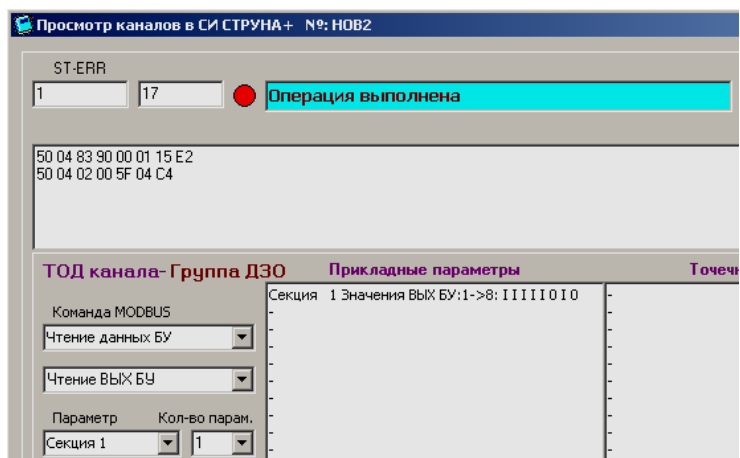

Рисунок 7.20
7.2.3.2 В меню «Настройки» выбрать опцию «Настройка БРМ1(БРМ5, БРИ1), БСР1» (рисунок 7.20). В результате активируется форма «Настройка БСР1», представленная на рисунке 7.25, если адрес «Modbus» совпадает с установленным при настройке порта связи. Если при входе в форму на верхнем табло появляется надпись «ОШИБКА ПРОТОКОЛА», следует выполнить поиск адреса «Modbus»: с помощью клавиатуры ввести значения параметров «Начальный адрес» и «Конечный адрес», нажать на кнопку «Поиск», в результате на верхнем табло появится надпись «ЖДИТЕ!!!». При успешном поиске адреса «Modbus» на верхнем табло появится надпись «ОПЕРАЦИЯ ВЫПОЛНЕНА», а на панели «Адрес Modbus Текущий» отобразится текущий (в результате поиска) адрес «Modbus».